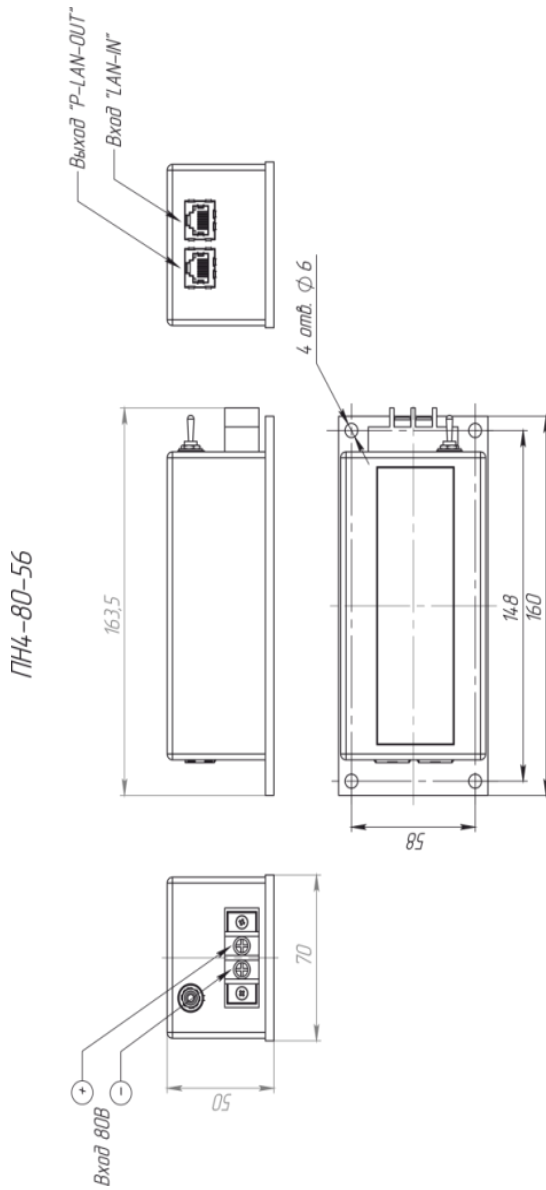

Рис. 1 Внешний вид прибора
4.1 Преобразователь состоит из следующих основных элементов (рисунок 1):